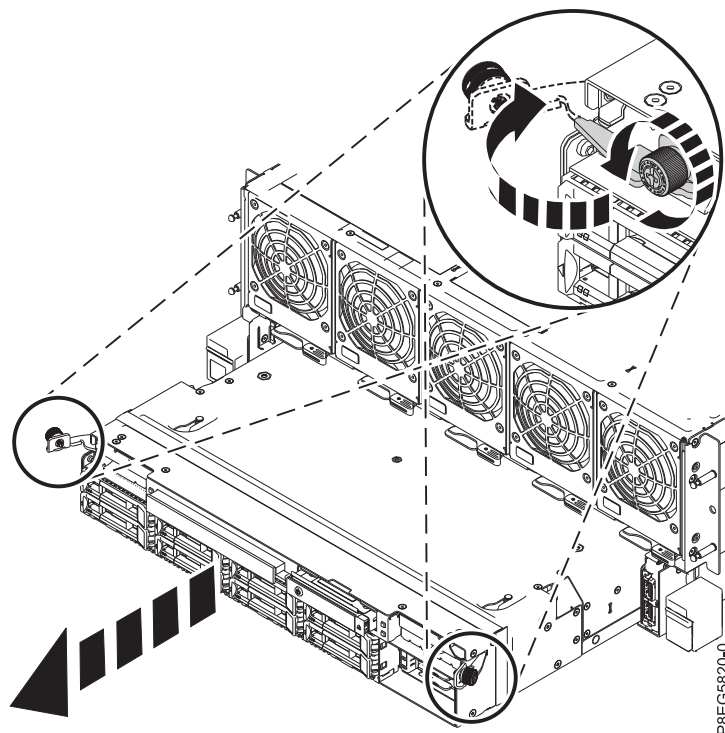

Figura 10. Extracción del conjunto de RAID del sistema
2. Gire los tornillos de mano del conjunto de RAID para aflojarlos, tal como se muestra en la Figura 10 en la página 11.